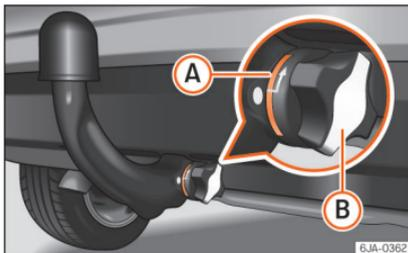

Abb. 238 Ordnungsgemäße Befestigung der Kugelkopfstange
- Die rote Markierung (A) »» Abb. 238 am Handrändelrad ist auf die weiße Markierung an der Kugelkopfstange gerichtet ist.
- Die Abdeckung (B) auf das Schloss des Handrändelrads aufgesetzt wurde.